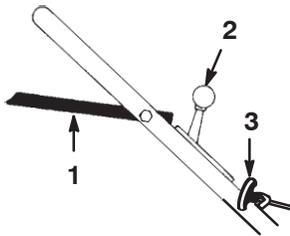

Bild 8
Der Schaltbügel, Gasbedienungshebel und der Startergriff befinden sich am oberen Griffteil, siehe Bild 8.
3. Stellen Sie den Gasbedienungshebel auf **Choke** (Bild 8).
4. Halten Sie den Schaltbügel gegen den Handgriff gedrückt (Bild 8).
5. Ziehen Sie leicht am Startergriff (Bild 8), bis Sie einen Widerstand spüren. Ziehen Sie ihn dann kräftig durch. Lassen Sie das Seil langsam zum Griff zurücklaufen.